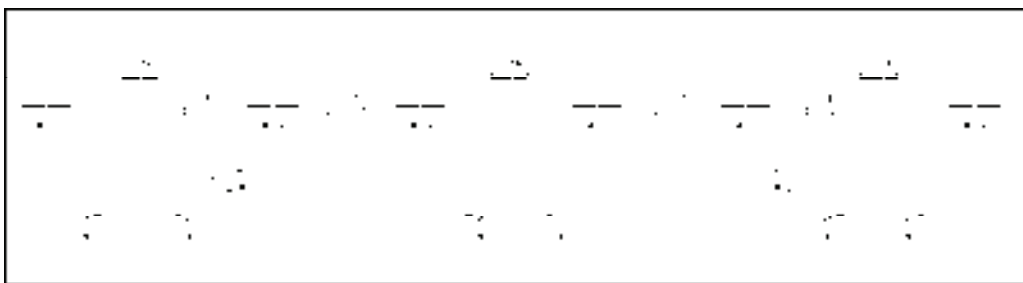

图 14-95 绘制梯段
15) 重复上述操作, 继续绘制直线梯段, 结果如图 14-95 所示。